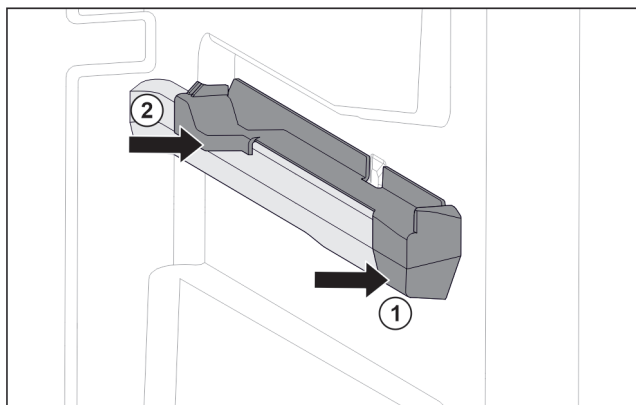

Fig. 72 Natični nastavek na desnemu nastavku za posodo
- ▶ Natični nastavek spredaj namestite na nastavek za posodo. Fig. 72 (1)
- ▶ Pritisnite natični nastavek zadaj. Fig. 72 (2)